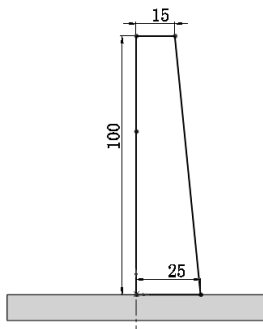

图 4-87 绘制草图并标注尺寸 1
**04** 绘制草图。在左侧的“FeatureManager 设计树”中用鼠标选择“上视基准面”作为绘制图形的基准面。单击“草图”控制面板中的“中心线”按钮和“直线”按钮，绘制图 4-87 所示的草图并标注尺寸。